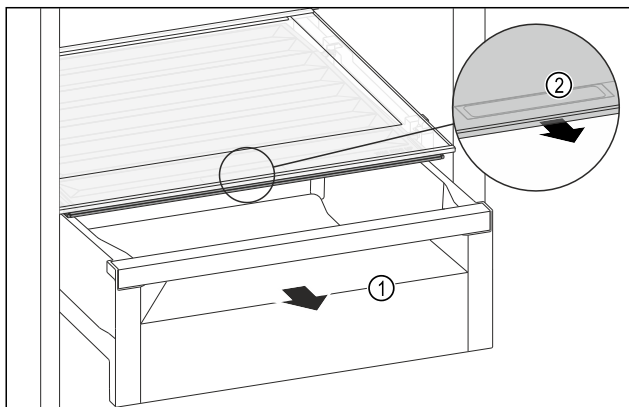

Fig. 137
- Tërhiqni jashtë sirtarin Fig. 137 (1).
- Kapni dorezën e futur Fig. 137 (2) në kapakun e ndarjes dhe në të njëjtën kohë tërhiqni përpara kapakun e ndarjes.